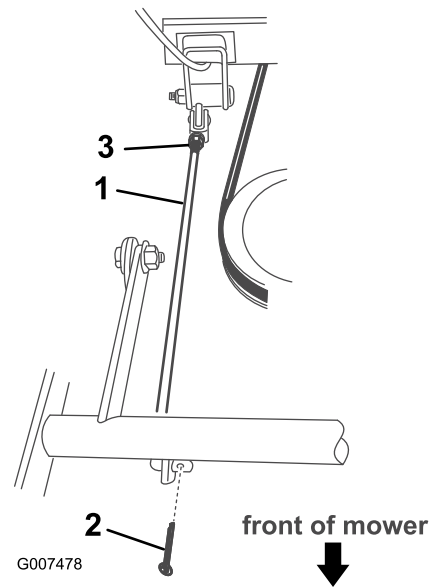

Figura 36
7. Retire la chaveta del extremo delantero de la varilla de ajuste (Figura 36).
8. Afloje la tuerca del extremo trasero de la varilla de ajuste (Figura 36).